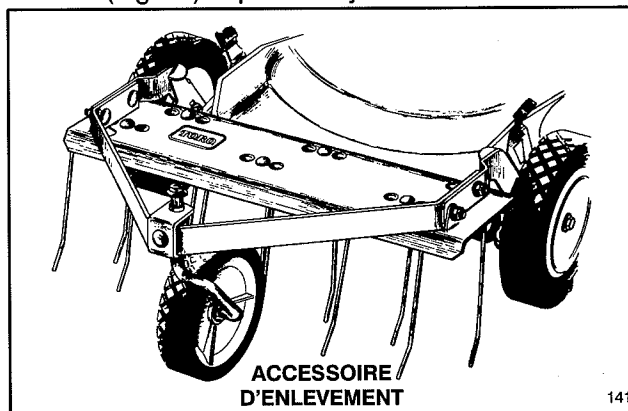

Figure 30
3. Kit de déchaumeuse, modèle N° 59131 (modèles autopropulsés)—Se monte en quelques minutes. Se fixe à l'avant pour permettre une bonne manoeuvrabilité. Les fourchons à ressort soulèvent le chaume que est alors aisément aspiré dans le sac à herbe (Fig. 30) et peut être jeté facilement.